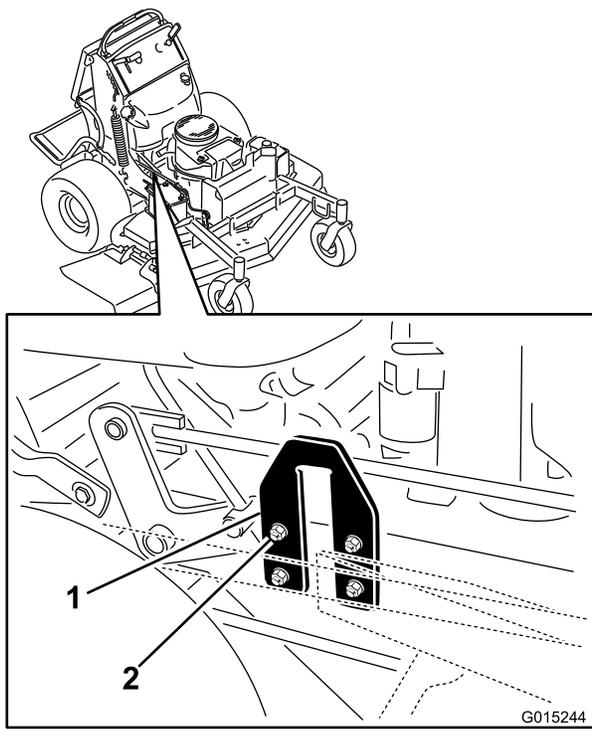

Figura 85
2. Localice las chapas con forma de U en los laterales de la carcasa del motor (Figura 85).
3. Afloje la chapa en un lado y ajústela hacia arriba o hacia abajo hasta que la diferencia entre las medidas **B** y **C** sea de no más de 6 mm (1/4 pulgada) (Figura 85).